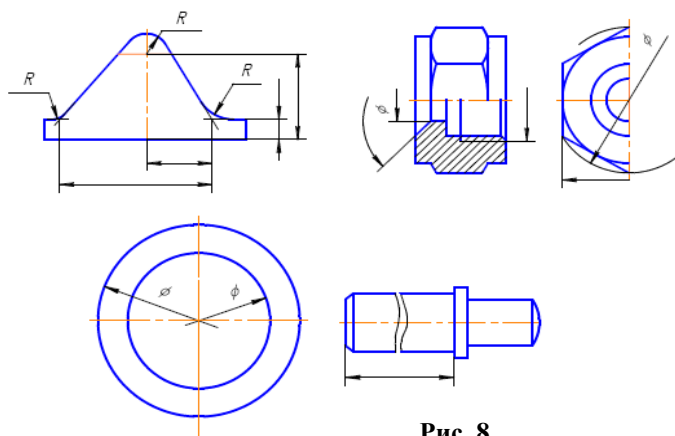

Рис. 8
скругленного угла или от центра дуги скругления (рис. 8).
обрывом, и обрыв размерной линии делают дальше оси или обрыва предмета, а размер указывают полный (рис. 8).
15. Размерные линии можно проводить с обрывом и при указании размера диаметров окружности независимо от того, изображена ли окружность полностью или частично, при этом обрыв размерной линии делают дальше центра окружности (рис. 8).
16. При изображении изделия с разрывом размерную линию не прерывают (рис. 8).